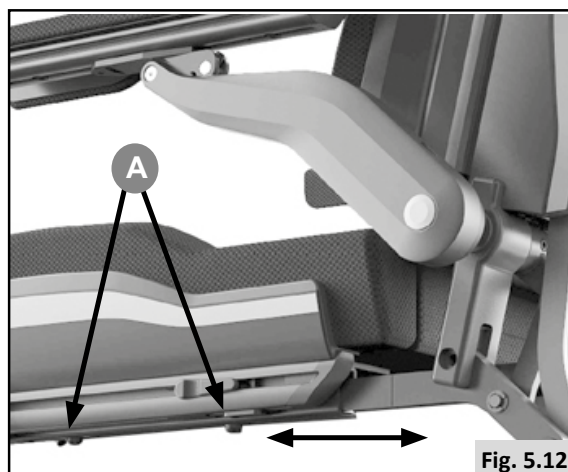

Fig. 5.12
5.4 Préréglage de la profondeur de siège (Fig. 5.12)
5.4.1 Sedeo^{MD} Ergo (standard), (Fig. 5.12)
- Desserrez les 2 vis, (A), situées au bas de la plaque de siège extérieure, mais ne retirez pas les vis, car elles maintiennent en place d'autres pièces mobiles.